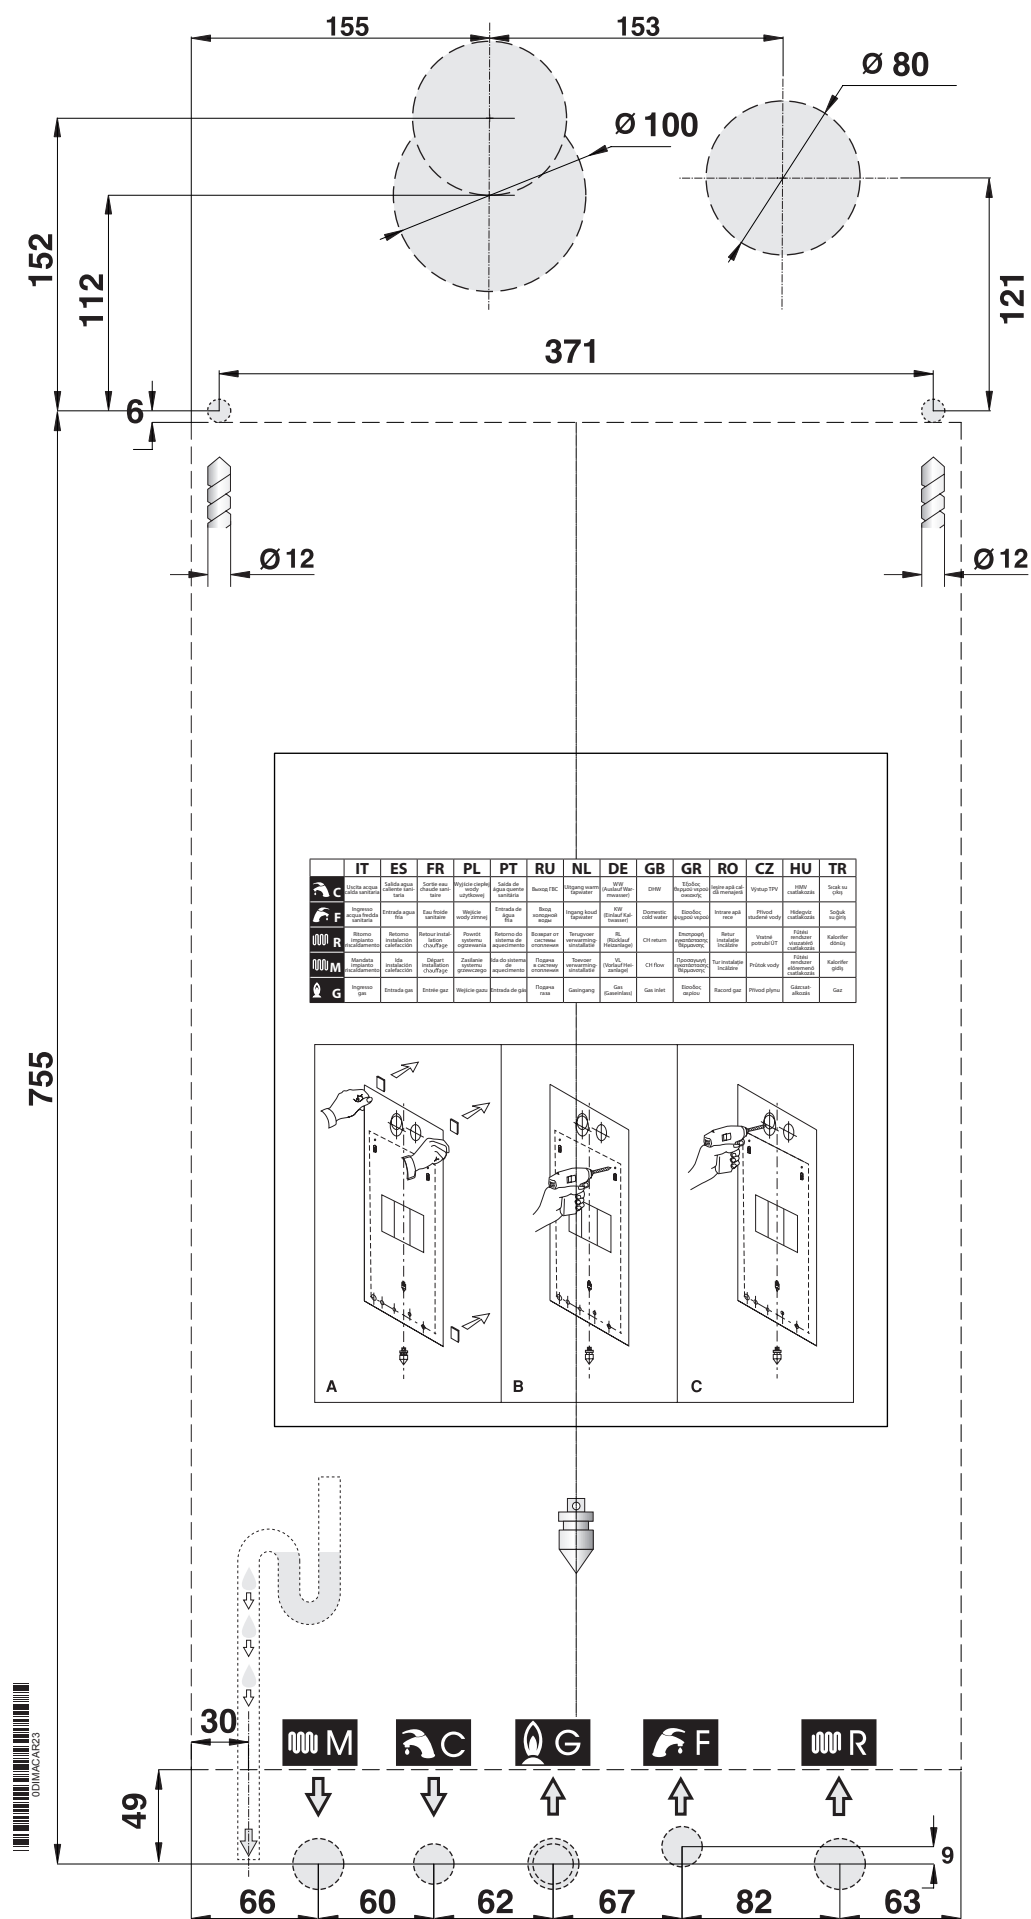

Рис. 8 Шаблон из картона
- монтажный шаблон (смотри Рис. 8 Шаблон из картона).
Каждый котел снабжен специальным шаблоном из картона (смотри Рис. 8 Шаблон из картона).